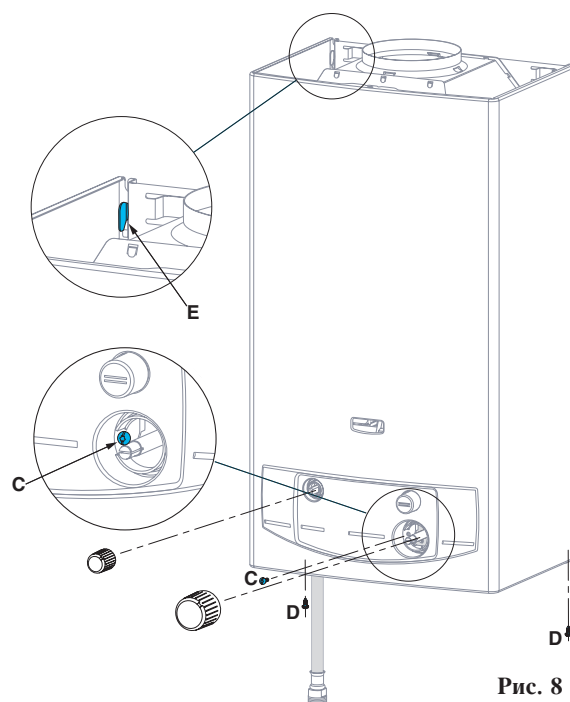

Рис. 8
- Отверните винт С крепления фальшпанели (находится под рукояткой регулятора температуры) (рис. 8)
- Отверните 2 винта D крепления передней панели (рис. 8)
- Приложите переднюю панель к аппарату (рис. 8)